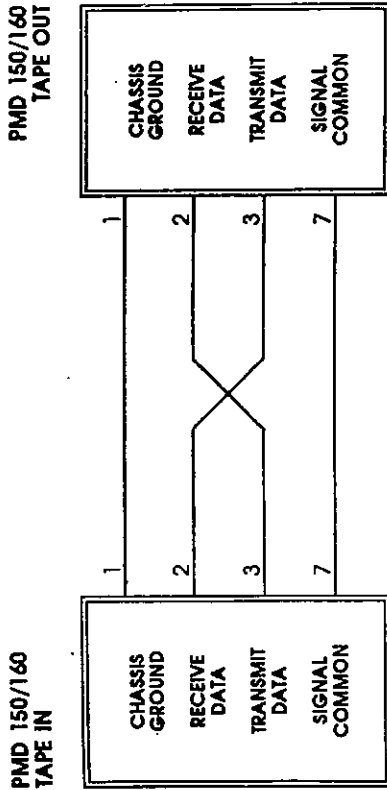

Bild 19 : Verdrahtung PMD 150/160 zur Textübertragung
- 1) Beide PMD 150/160 über die RS 232 Schnittstelle miteinander verbinden. Siehe Bild 19.